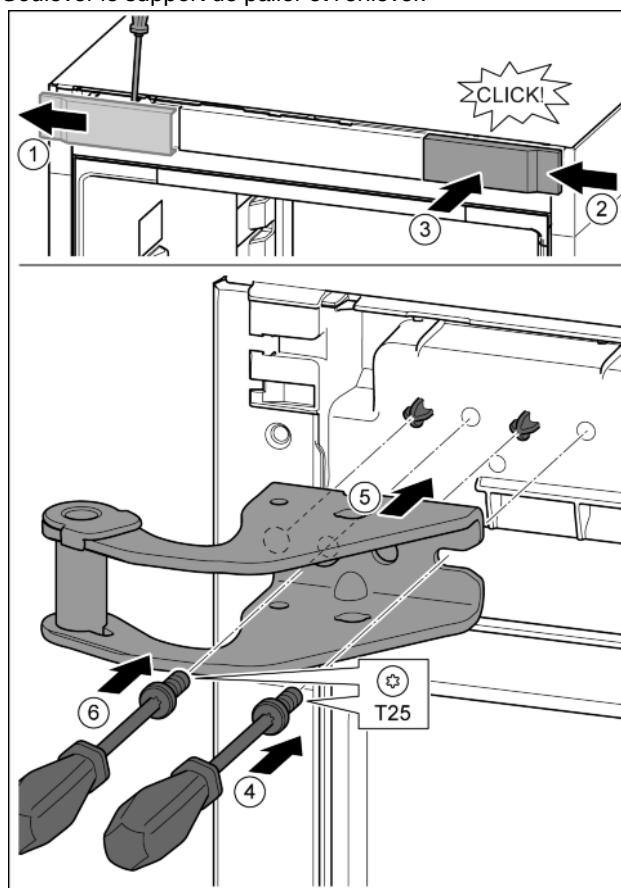

Fig. 13
- Libérer le cache avec un tournevis et le mettre de côté. Fig. 13 (1)
- Accrocher le cache tourné de 180° de l'autre côté à droite. Fig. 13 (2)
- Enfoncer le cache. Fig. 13 (3)
- Mettre en place la vis avec un tournevis T25. Fig. 13 (4)
- Mettre en place le support de palier supérieur. Fig. 13 (5)
- Serrer la vis. Fig. 13 (4)
- Mettre en place la vis avec un tournevis T25 et la serrer. Fig. 13 (6)